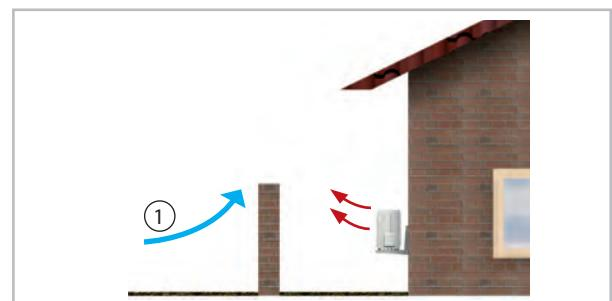
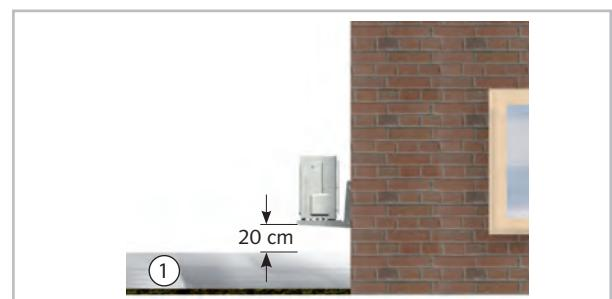

Abb. 20: Schutz vor Wind
Abb. 21: Schutz vor Schnee
- Wird das Außenteil in einer Gegend mit starkem Wind aufgestellt, muss das Gerät vor dem Wind geschützt werden (Abb. 20). Bei der Montage sind Schneegrenzen zu beachten (Abb. 21).
- Beachten Sie bei der Aufstellung die zu erwartende Schneehöhe und eine Erhöhung um ca. 20 cm, damit ganzjährig ein freies Ansaugen und Ausblasen der Außenluft gewährleistet werden kann (Abb. 21).